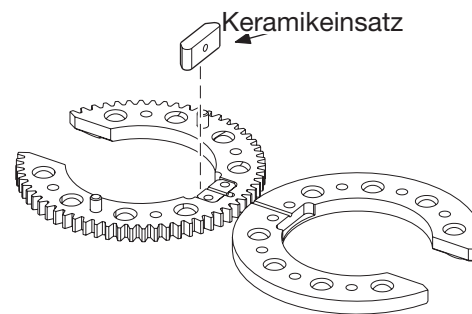

Abbildung 35 Entfernen des Keramikeinsatzes
9. Die Elektrodenklemmplatte entfernen. Mit einem feinkörnigen Schleifkissen reinigen. Siehe Abbildung 35.